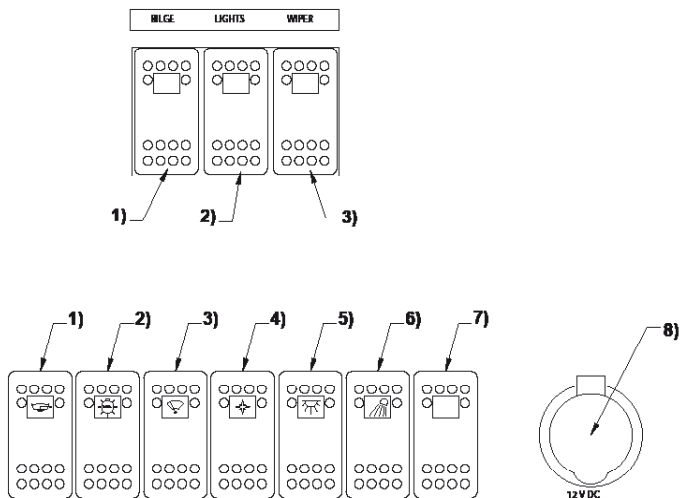

Bild 4 1) Länspumpens manöverbrytare 2) Brytare för lanternor
- 6) Brytarpanel (se bild 4)
Kontroller och brytare för elektrisk utrustning är placerade såsom visas i bild 4: